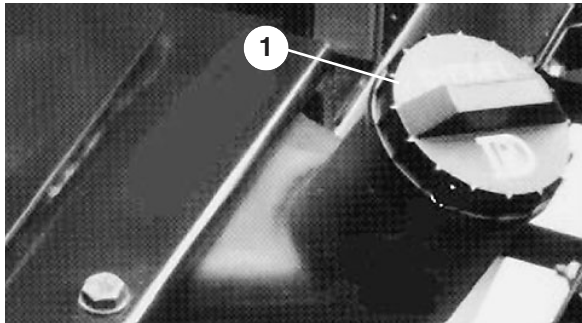

Bild 5
2. Nehmen Sie den Deckel vom Kraftstofftank ab (Bild 5).